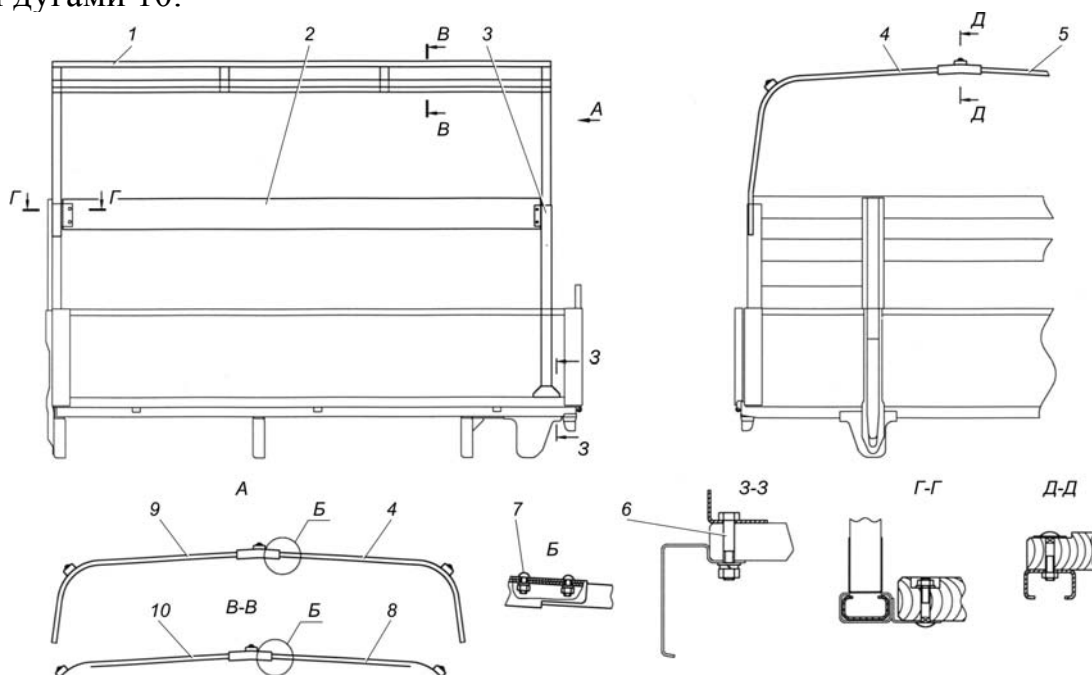

Рис. 12.7. Установка деталей каркаса тента:
1. Установить стойку 3 (рис. 12.7) с левой стороны платформы и стойку тента среднюю правую (на рис. не показана) с правой стороны, предварительно вывернув болты 6 из настила пола. После установки стоек закрепить их этими же болтами.